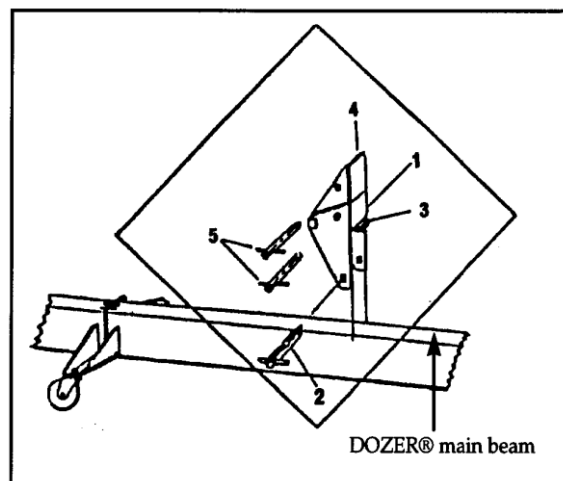

Рис. 4
9. (См. рис.4) Вставьте опорный кронштейн (1) на раму горизонтальной балки. Вставьте стопорный штифт (2).